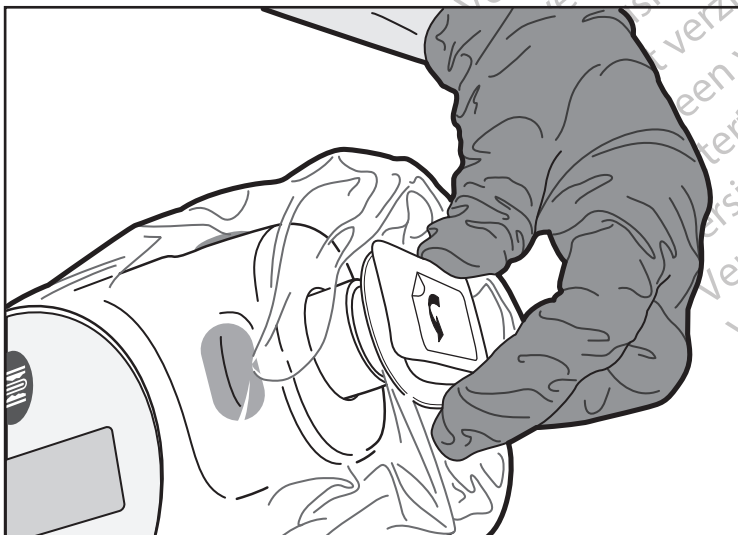
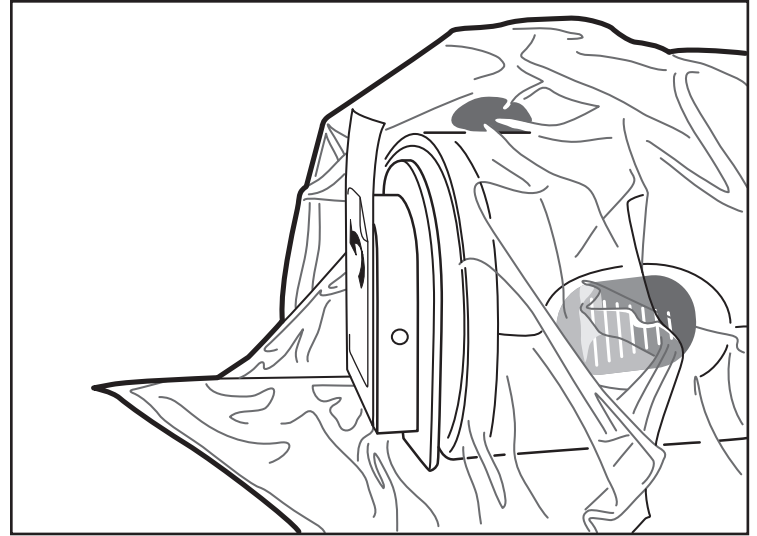

Figura 7. Unión de la placa frontal
Figura 8. Placa frontal unida
- Para unir la bolsa a la unidad motora MDU5 PLUS, el operador estéril debe alinear la placa frontal de la bolsa con la punta de la unidad motora MDU5 PLUS (figura 7) y presionar suavemente a fin de asegurar la conexión. Asegúrese de que no queda material atrapado entre la placa frontal y la punta. Es normal que quede material sobrante de la bolsa alrededor y más allá de la conexión (figura 8).